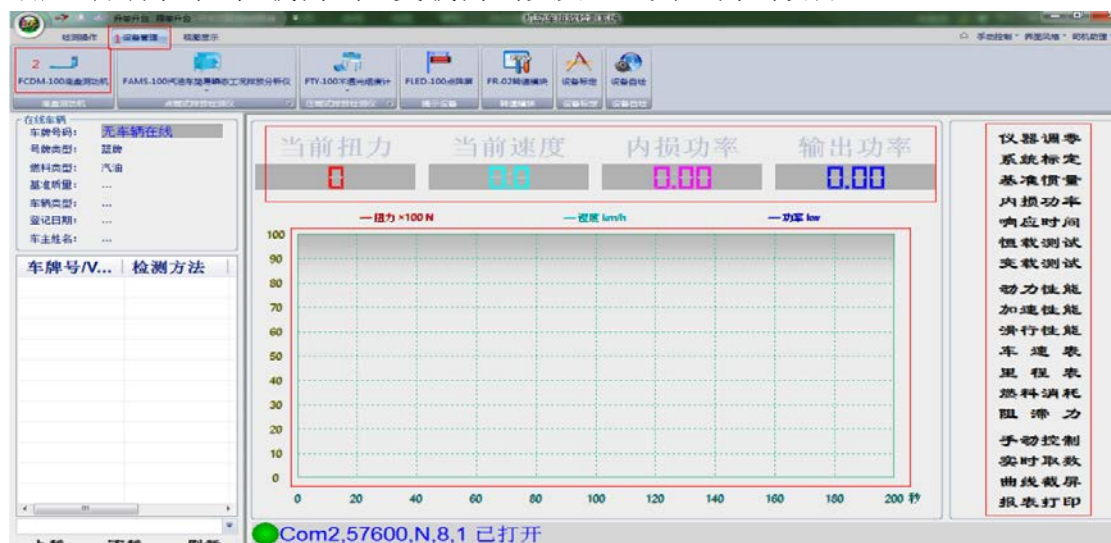

图 4.3
(3)、按照图 4.2 选择好通信串口参数后，先点击控制系统左上侧的“设备管理”，然后点击“FCDM-100 底盘测功机”进入底盘测功机操作界面（见图 4.3），便可以对底盘测功机进行测量、调试和标定。底盘测功机操作界面上方包括“当前扭力”、“当前速度”、“内损功率”和“输出功率”四个显示框，能够实时显示相应的数据。界面下面是曲线绘制区，能够实时显示扭力、速度和功率曲线。界面右侧一系列按钮主要是仪器调零、系统标定、基本惯量测试、内损功率测试、响应时间测试、恒载测试、变载测试以及一些其它测试项目。